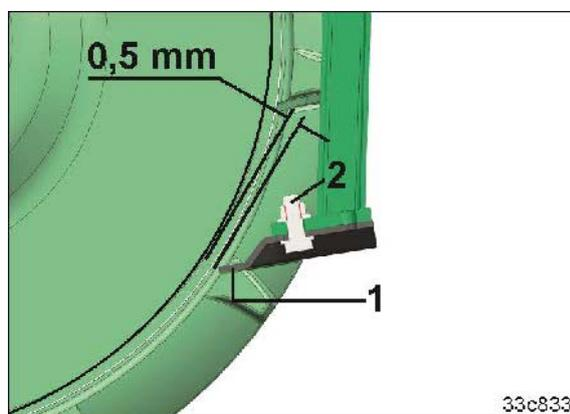

图 125
4. 松脱螺栓（图 125/2）。
5. 拧紧刮板（图 125/1）使之到辊管的距离为 0.5 mm。